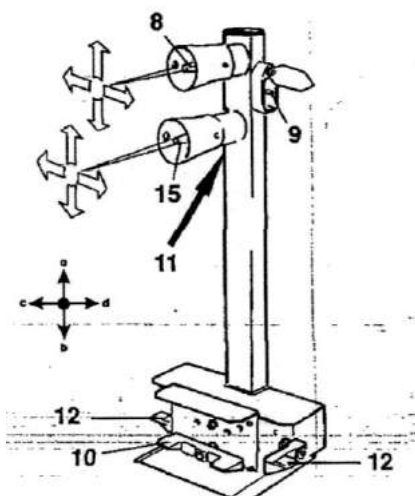

Рисунок 2 Стойка управления
4.2.2 Стойка управления (или мобильный пост управления, см. Рисунок 2) состоит из основания, стойки, пульта. На пульте расположен джойстик управления: